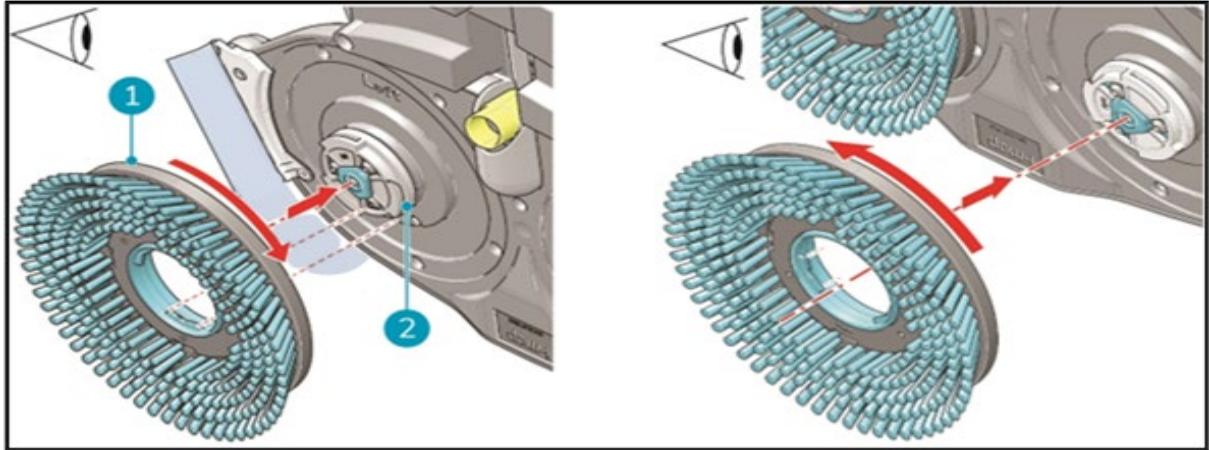

Figure 10
3. Alignez la brosse gauche (figure 10, pos. 1) avec le disque moteur gauche (figure 10, pos. 2). Alignez les loquets et les découpes de la brosse et du disque moteur.